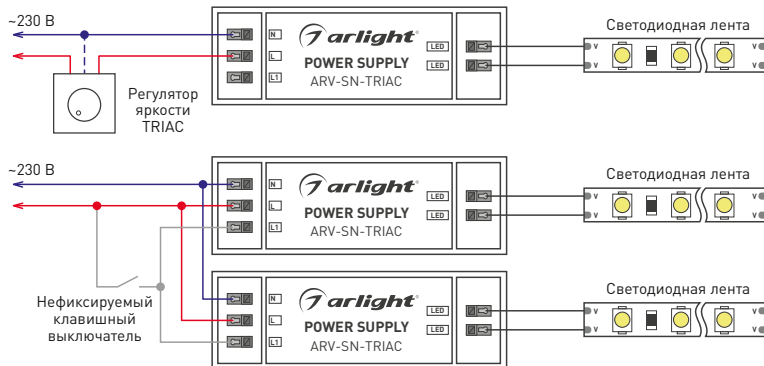

Рис. 1. Подключение источника питания
- 3.5. Подключите к входным клеммам, обозначенным символами «L» [фаза] и «N» [ноль], провода электросети, соблюдая маркировку. Клемма, обозначенная символом «L1» [фаза], позволяет организовать управление с использованием функции «PUSH DIM» [короткое нажатие — включение/выключение света, длительное нажатие — управление яркостью света], см. рис. 1.